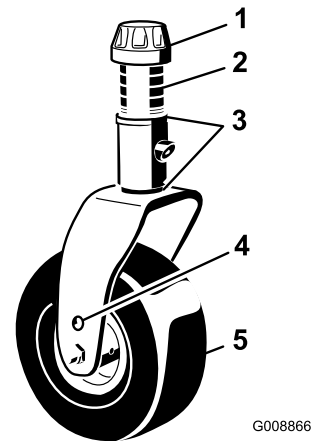

Figura 105
1. Retire el casquillo tensor del eje y deslice el eje fuera del brazo de la rueda giratoria (Figura 105). Vuelva a colocar los suplementos, según sea necesario, para elevar o bajar la rueda giratoria y obtener la inclinación correcta de la unidad de corte.